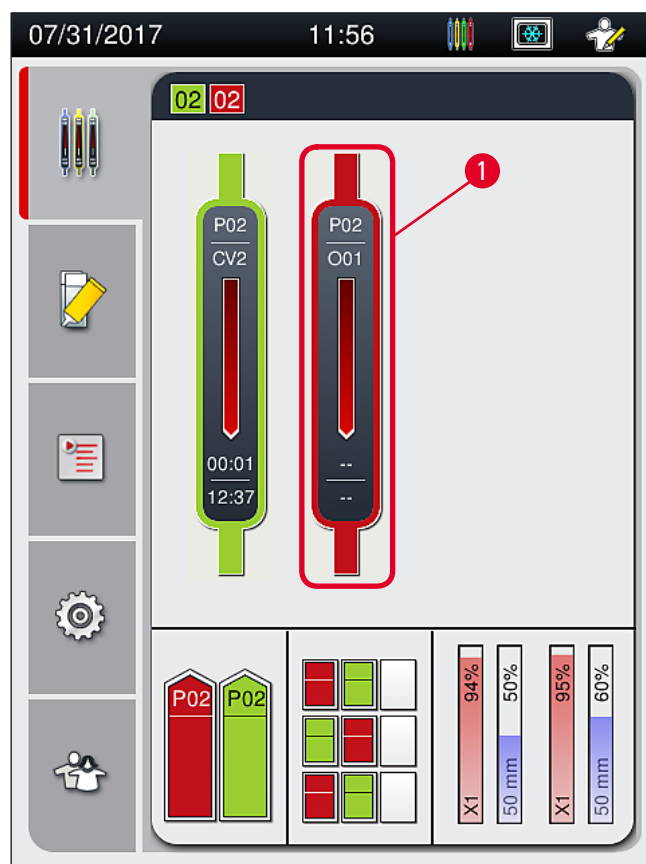
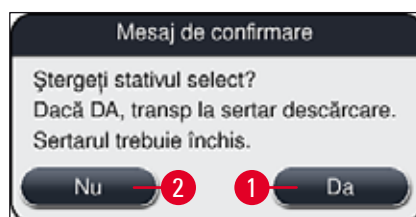

Fig. 78
Fig. 80
- ① Operațiunile de aplicare a lamelelor pot fi abandonate exclusiv prin utilizarea indicatorului stării procesului (→ Fig. 78).
După apăsarea butonului **Abandonare stativ** (→ Fig. 79-1), apare un mesaj de informare (→ Fig. 80). Confirmați anularea prin butonul **Da** (→ Fig. 80-1) sau apăsați **Nu** (→ Fig. 80-2) pentru a vă întoarce la afișajul de stare a procesului (→ Fig. 78).